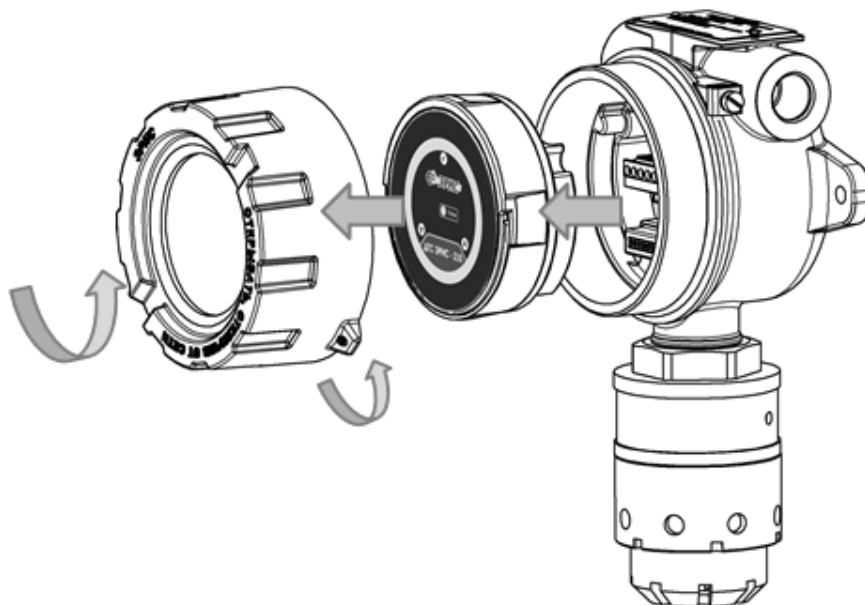

Рисунок 22- Схема разбора газоанализатора
1) Открутить стопорный винт на верхней крышке газоанализатора (рис. 22). Открутить крышку по резьбе. Снять электронный модуль с разъемов, потянув его на себя за полукруглую ручку "дугу" (не делая вращательного движения). Во время проведения работ избегать попадания влаги в датчик.